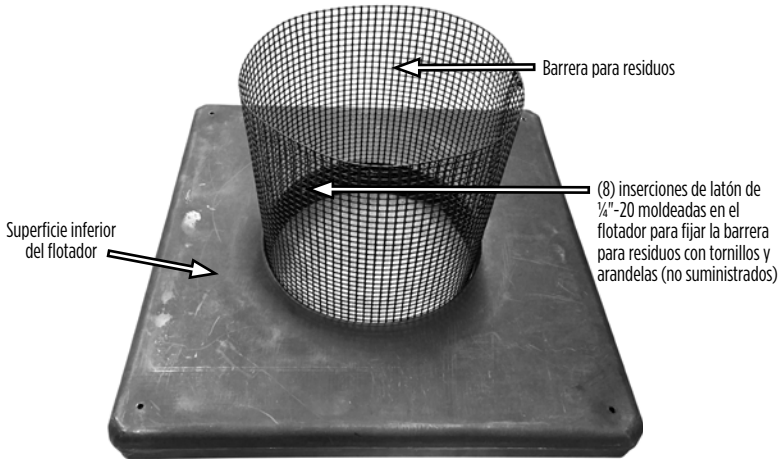

Figura 11
Para construir una barrera para residuos casera, se pueden usar mallas de plástico o de metal no corrosivo. La barrera debe instalarse alrededor del perímetro del diámetro interno del flotador (Figura 11). Para mayor facilidad, se moldearon (8) inserciones de latón de $\frac{1}{4}$ "-20 en el perímetro del diámetro interno del flotador. Es importante mantener la barrera lejos del flujo de agua que circula alrededor del motor. Colocar la barrera de manera que interrumpa el flujo de agua alrededor del motor afectará considerablemente la capacidad de enfriamiento del motor, sobre todo cuando los residuos obstruyen la barrera, lo que reducirá la vida útil de la unidad.